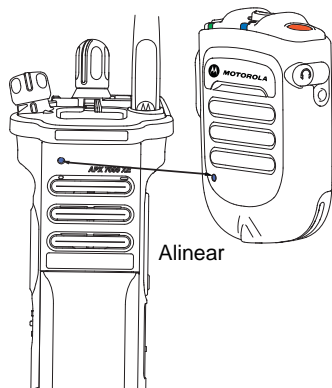

Figura 2.10: Emparejamiento del WRSM
- 2 Coloque el punto azul (punto de emparejamiento seguro) en el WRSM a 2,5 cm (1 pulgada) de distancia del punto azul (punto de emparejamiento seguro) del radio. Consulte Figura 2.10.